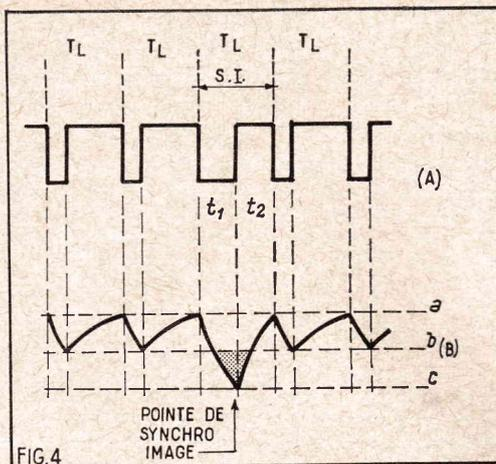

FIG.4
Les impulsions de lignes et celles d'image, transmises par le circuit intégrateur ont la forme indiquée par la figure 4 A au collecteur de Q_4 et la forme figure 4 B sur la base de
- 1° supprimer des signaux de ligne, subsistant sous forme triangulaire sur le signal intégré B (figure 4) ;
Lorsque le signal (figure 4 B) est présent, la base de Q_5 reste encore suffisamment positive par rapport au collecteur pendant les impulsions triangulaires de lignes, de faible amplitude, pour que le transistor reste bloqué, mais lorsque la pointe négative de synchro image survient, la base est rendue moins positive par rapport au collecteur, le transistor se débloque, amplifie et inverse. Le signal d'image se présente sur le collecteur de Q_5 sous forme d'impulsions positives qui sont appliquées au point C de la base de temps image.